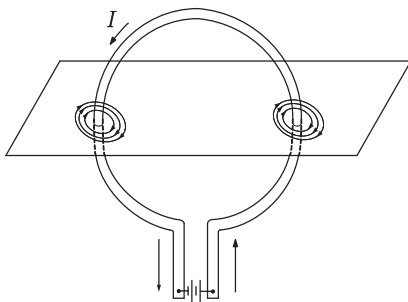

Рис. 1.14. Магнитное поле кругового проводника с током
**Круговой проводник с током. Соленоид.** Теперь рассмотрим, как будут располагаться магнитные силовые линии вокруг проводника, согнутого в кольцо. Представим кольцо (рис. 1.14), пронизывающее лист картона